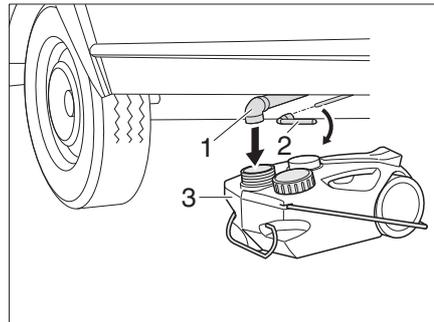

Bild 140 Abwassertank Unterflur
- Abwassertank, fahrbar (Bild 140,3) unter die Abwasserverrohrung (Bild 140,1) stellen.
- Steckschlüssel (Bild 140,2) auf Vierkant stecken.